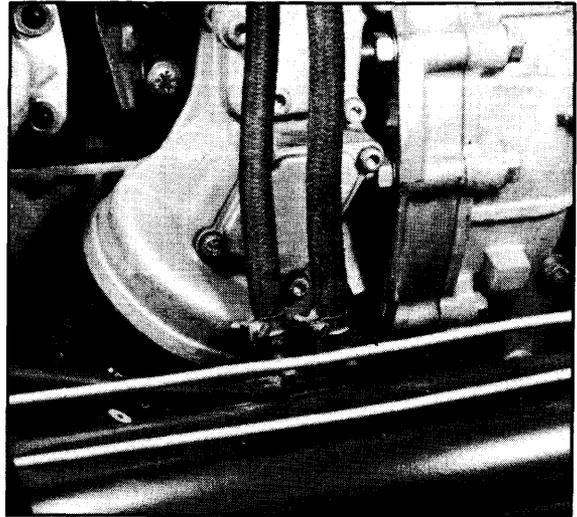

Figura 01/13
- 13.— Mediante un soporte similar al representado en la figura 01/15 y un gato apoyar el motor.